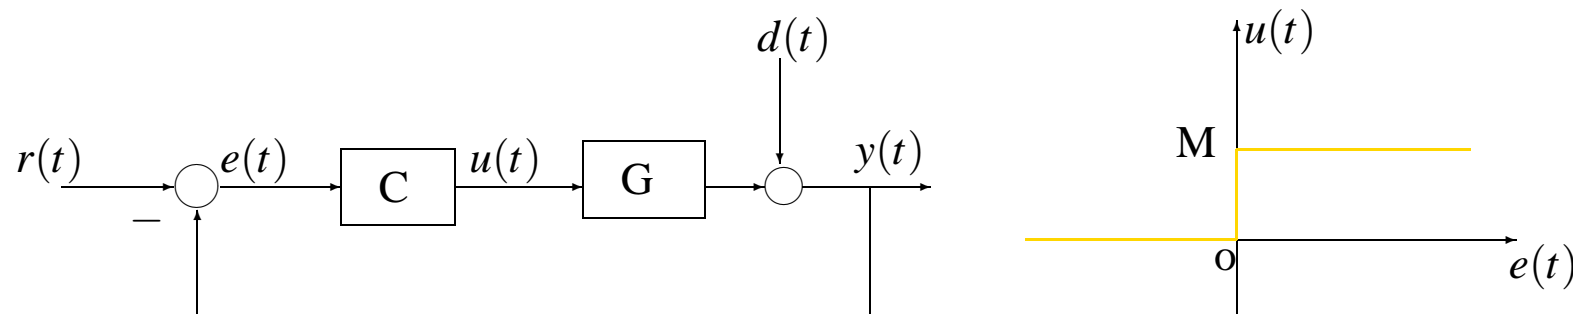

Figura 3: Sistema a Lazo cerrado con un controlador On-Off
**Control On-Off:** Llevemos ahora al sistema a un Lazo Cerrado utilizando un controlador On-Off, como muestran las Figura 3.